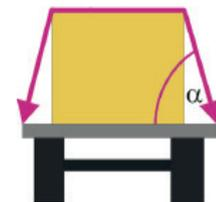

Fig. 3:
- α = angolo verticale (angolo tra il piano di carico e il braccio catena – Fig 3)